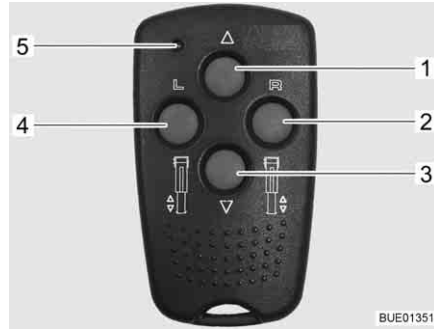

Fig. 46 Mando a distancia para apoyos eléctricos de elevación
- Preselección: apoyo de elevación izquierdo (Fig. 46,4)
- Preselección: apoyo de elevación derecho (Fig. 46,2)
- Introducir el apoyo de elevación (Fig. 46,1)
- Extraer el apoyo de elevación (Fig. 46,3)
- LED testigo (Fig. 46,5)
Con cada accionamiento de la tecla parpadeará el LED testigo (Fig. 46,5).
- Pulsar la tecla de preselección del lado de apoyo de elevación (Fig. 46,2 ó 4) por aprox. 1 segundo.
- Dentro de un lapso de 2 segundos, pulsar la tecla "Extraer apoyo de elevación" (Fig. 46,3), y mantenerla pulsada hasta que el pie de apoyo (Fig. 48,4) tenga contacto con el suelo.
- Dentro de un lapso de 2 segundos, pulsar la tecla "Introducir apoyo de elevación" (Fig. 46,1), y mantenerla pulsada hasta que el pie de apoyo (Fig. 48,4) haya sido introducido completamente. Cuando el apoyo de elevación ha sido introducido completamente sonará una señal acústica de control.